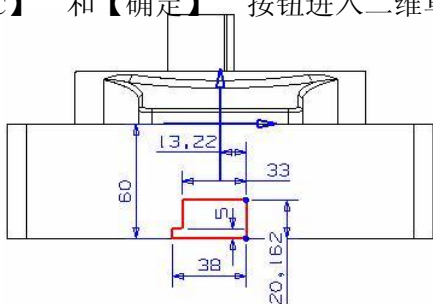

图7-30
12. 在【成形特征】工具条中单击【草图】按钮，弹出【基准平面】悬浮工具条。单击【ZC-XC】和【确定】按钮进入二维草图界面绘制草图轮廓，如图 7-30 所示。